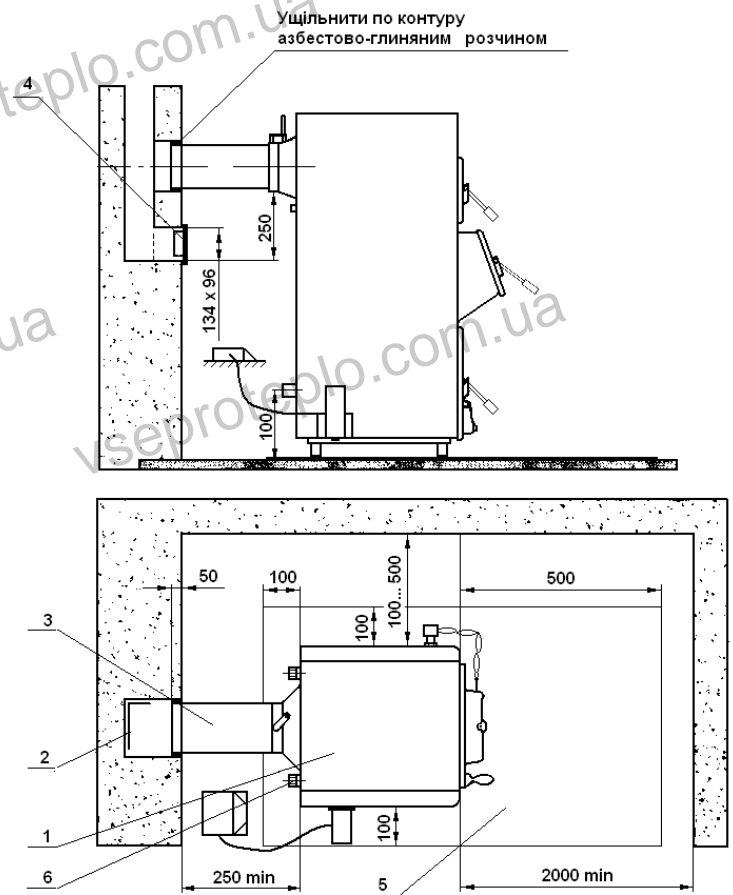

Рис. 3 Рекомендована схема установки апарата і приєднання до димової труби.
- рекомендовані розміри установки апарата згідно рис. 3.
2.2.2.1.5 Перед встановленням апарата на підлогу покласти металевий лист згідно рис. 3.